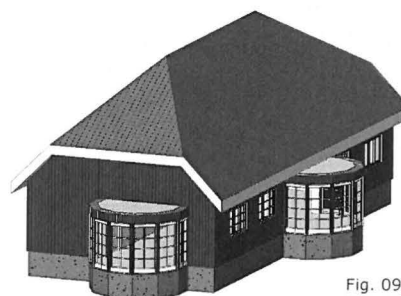

Fig. 09.41. Huset har nu halvhvalm.
- Nu har vi halvhvalm, der starter fx. 1800 mm oppe i forhold til tagfoden (Fig. 09.41).